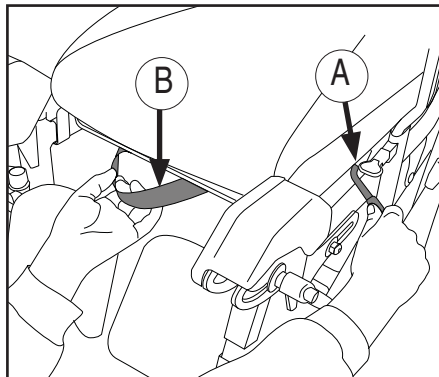

Figura 12
Sedile scorrevole *Figura 12*
- Portare l'utente il più possibile in avanti sulla sedia a rotelle utilizzando il sedile scorrevole (vedere figura 12, pag. 9)